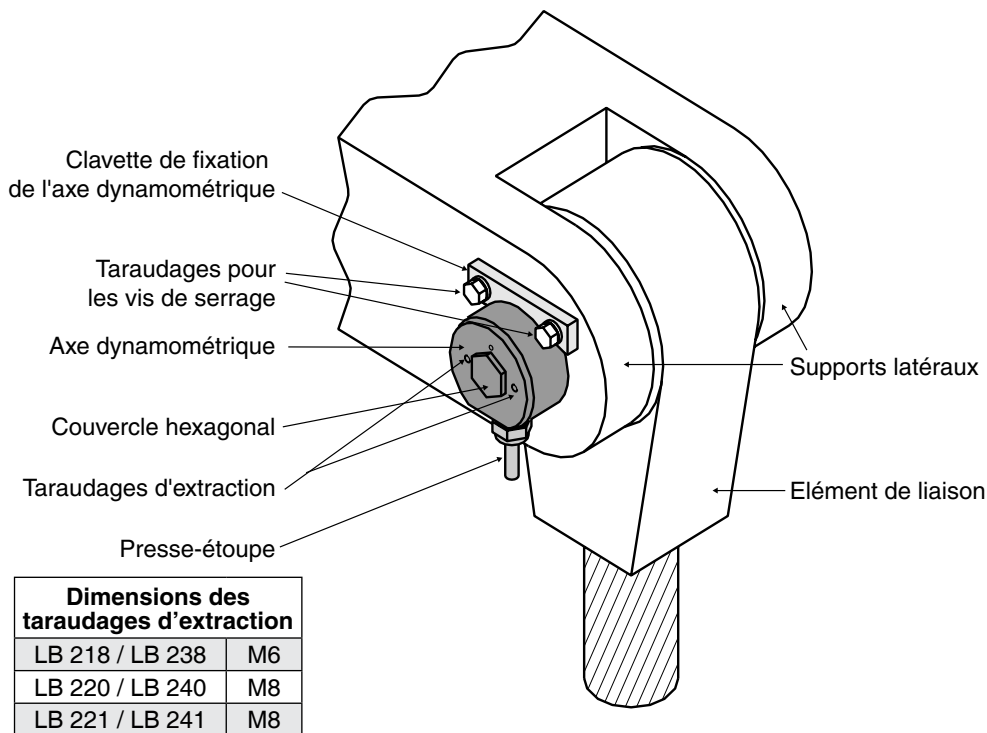
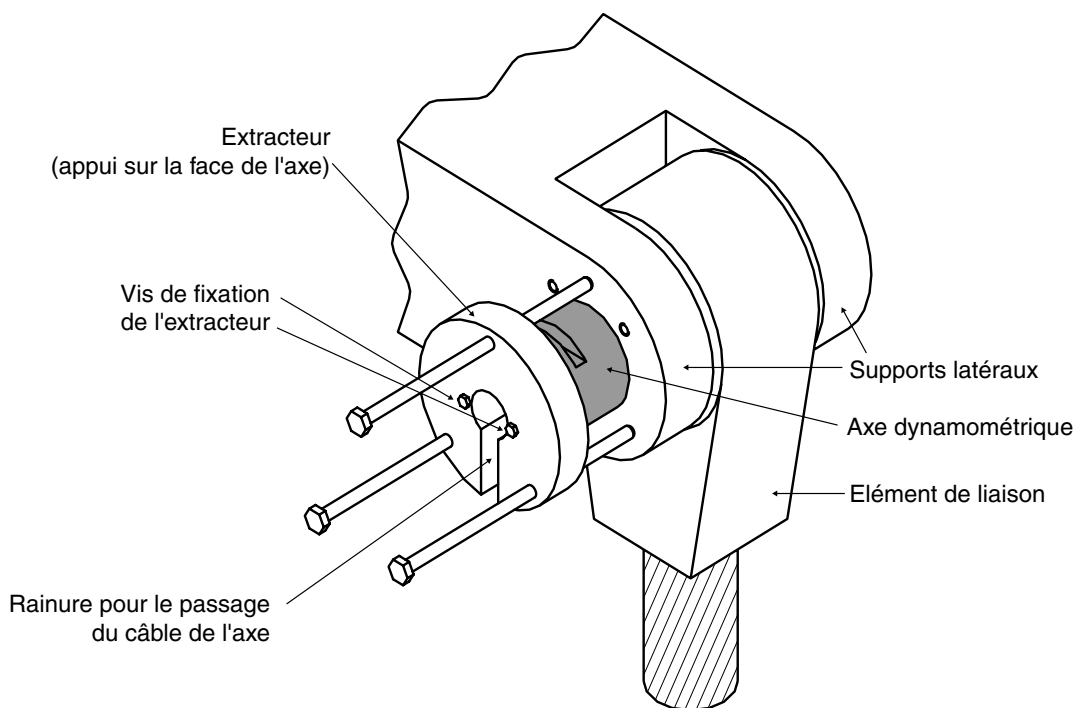

Figure 2-4 Axe dynamométrique de série LB monté
Figure 2-5 Retrait d'un axe dynamométrique de série LB au moyen d'un extracteur
2. Les axes LB 218 à LB 221, LE 218 à LE 221, LU 218 à LU 221 et LB 238 à LB 241, LE 318 à LE 321 et LE 518 à LE 521 qui sont munis de deux taraudages d'extraction à leurs extrémités (voir la *figure 2-4* et la *figure 2-6*).
Utiliser ces taraudages pour y fixer un extracteur qui n'est pas fourni par Magtrol (voir la *figure 2-5*). Il est recommandé de placer l'extracteur à l'extrémité de l'axe où se trouve le presse-étoupe (axes de la série LB 210, LE 310 et LE 510, avec câble intégré) ou le connecteur électrique (axes des séries LB 230, LE 210, LU 210, LE 310 et LE 510) pour éviter de les endommager lors d'une extraction par l'autre extrémité de l'axe (voir la *figure 2-4*).